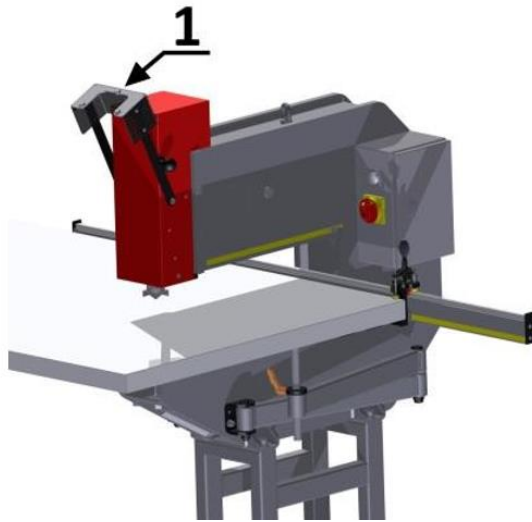

Рис. 11
f) Після виконання зазначених операцій переходять до пробивання отвору в сталевому листі. Опустіть відбивну планку до характерного клацання у положення фіксатора (1). Встановіть сталевий лист у положення для пробивання отвору та увімкніть живлення (гідролічний блок або ножну помпу). Процес пробивання триває до моменту повного прорізання сталевго листа або до відсутності руху поршня (пристрій оснащений внутрішнім механічним упором, який захищає від надмірного перевантаження; після досягнення певного значення подальший рух блокується). Після вимкнення живлення (або відпускання педалі помпи) пристрій повертається у вихідне положення. Пристрій оснащено відбивною планкою (1), яка відповідає за відокремлення штампа від заготовки після завершення пробивання отвору (рис. 11 та 12). Під час підйому відбивної планки переконайтеся, що фіксатор надійно утримує її від падіння.